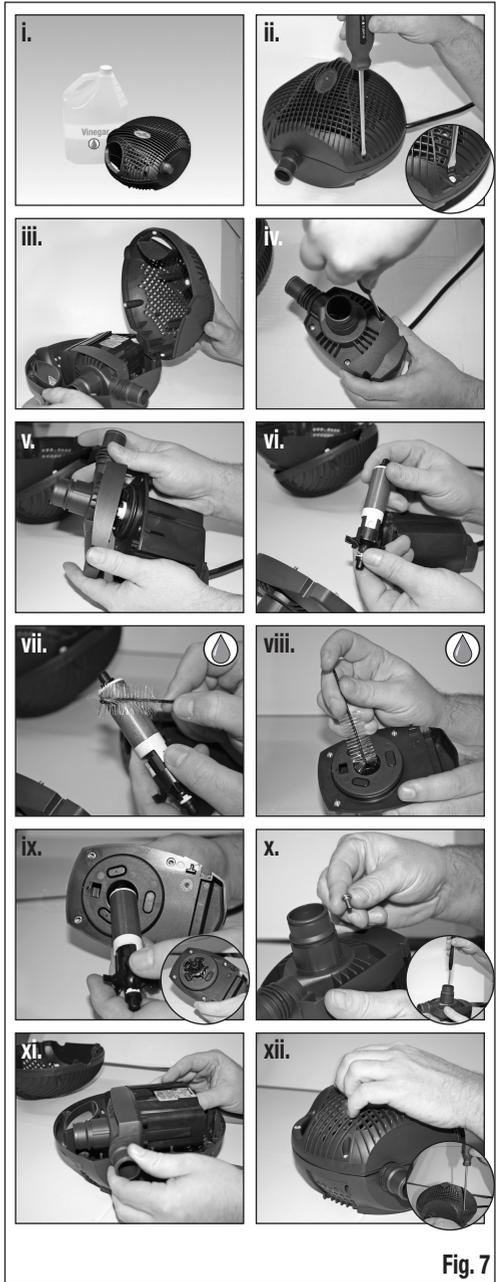

Fig. 7
PULIZIA E MANUTENZIONE DELLA MAGNETO-GIRANTE, DEL POZZETTO E DELLA VOLUTA (Fig. 7)
5. riasssemblare con cura il tutto e chiudere il guscio come illustrato alla Fig. 7.
1. Rimuovere la copri girante (4) svitando le 4 viti con un cacciavite a croce;
2. sfilare la magneto-girante (3);
4. riasssemblare con cura il tutto e chiudere il guscio come illustrato alla Fig. 7.
1. rimuovere la copri girante (4) svitando le 3 viti con un cacciavite a croce;
4. riasssemblare il tutto con cura assicurandosi di posizionare correttamente prima la flangia e poi l'o-ring nelle relative sedi e assicurarsi che la boccola più Oring di supporto della magneto-girante resti correttamente posizionata sul fondo del pozzetto. Ricollocare quindi la pompa nel guscio (vedi Fig. 7).
1. rimuovere la copri girante (4) svitando le 4 viti con un cacciavite a croce;
4. riasssemblare il tutto con cura assicurandosi che la boccola più O-ring di supporto della magneto-girante sia correttamente posizionata sul fondo del pozzetto. Ricollocare quindi la pompa nel guscio (vedi Fig. 7).
Assieme al ricambio delle magneto-giranti per i modelli Max Flo 960/5000, 2000/7600, 2400/9000, 2900/11000 e 4280/16500 viene fornito anche il ricambio della boccola di supporto magnetogirante posizionata sul fondo del pozzetto. Questa boccola, pur realizzata con materiale molto resistente, può essere soggetta ad usura in particolari condizioni applicative e quindi se ne raccomanda la sostituzione ogniqualvolta si sostituisce la magneto-girante. Per la sostituzione della boccola, procedere come indicato nelle istruzioni allegate al ricambio. Una volta sostituita la boccola con O-ring, riasssemblare con cura tutte le parti della pompa che dovrà essere poi ricollocata nel proprio guscio (vedi Fig. 7).